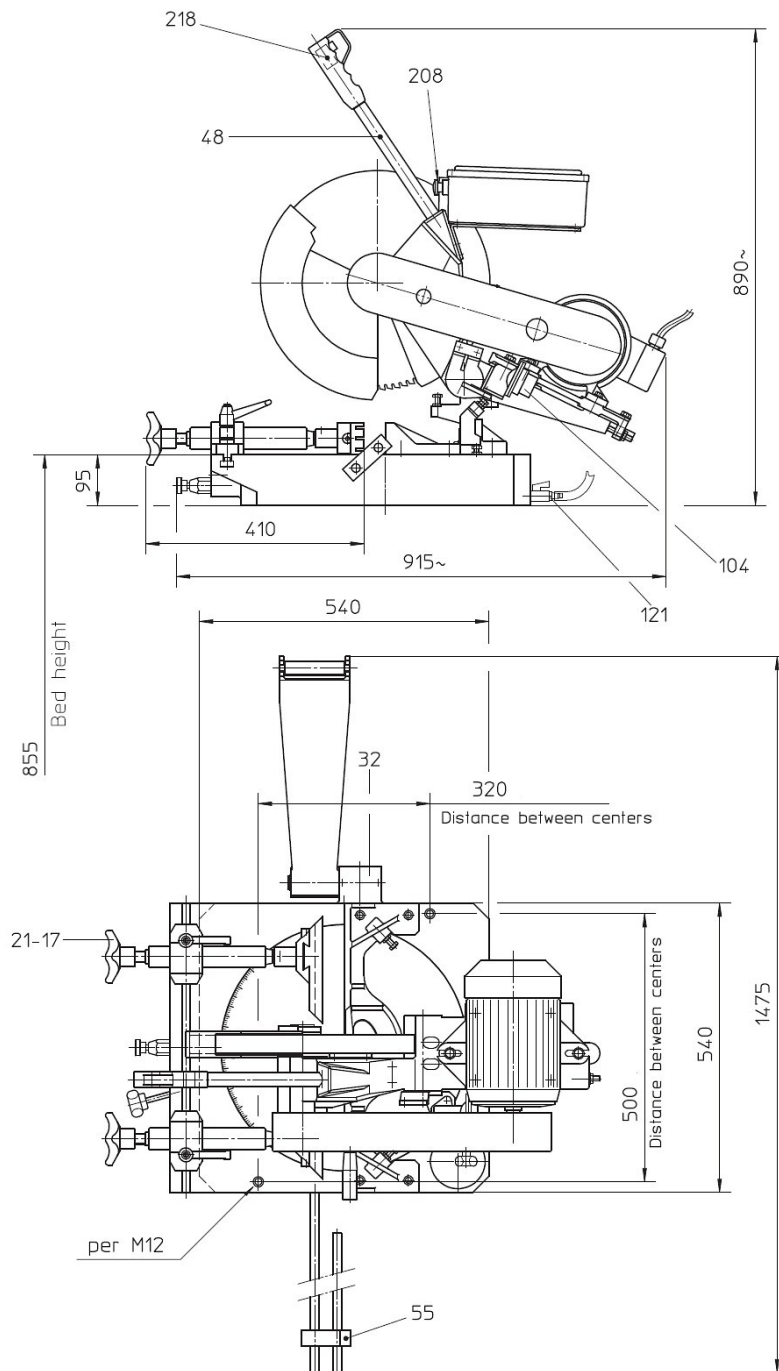

Fig. 6: Dimensions de la machine
1. Insérez le bras de levier 48 (Fig. 6) dans le renforcement du boîtier et vissez.